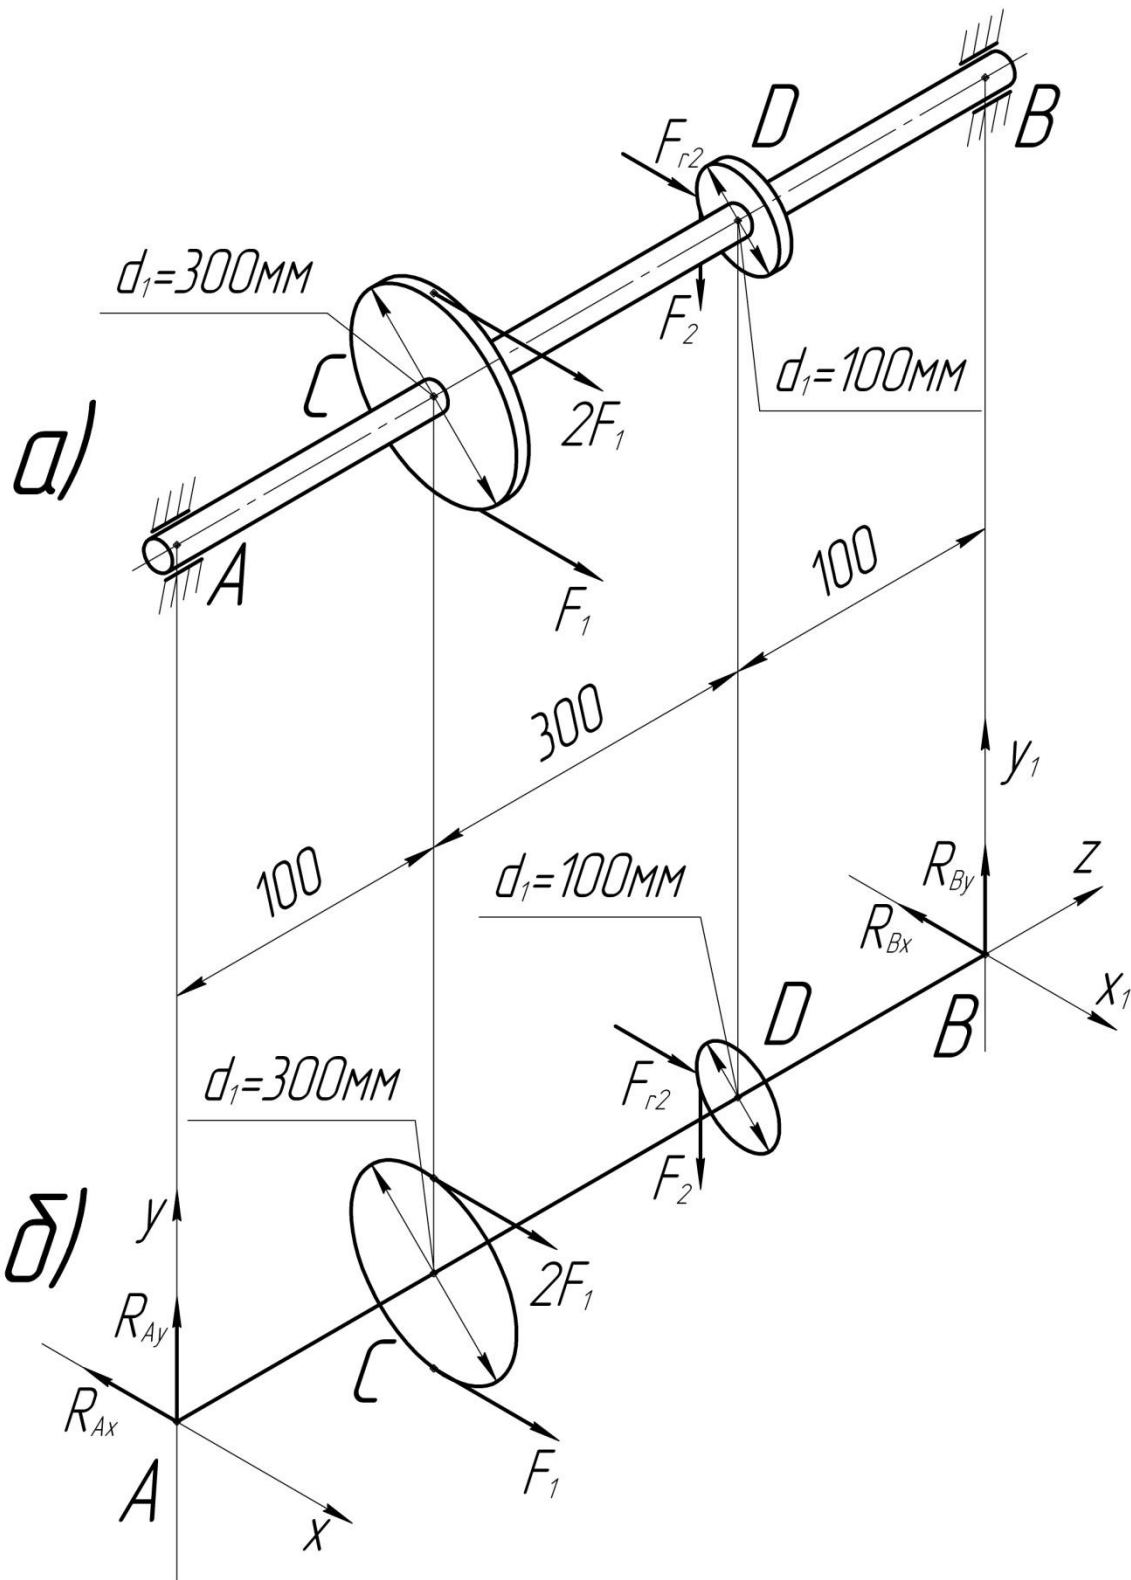

Рисунок 8
Пример 3. На вал (рис. 8, а) жестко насажены шкив 1 и колесо 2. Определить силы F_2 , $F_{r2} = F_2 \cdot 0,4$, а также реакции опор A и B , если $F_1 = 100$ Н.
1. Изображаем вал со всеми действующими на него силами, а также оси координат (рис. 8, б).